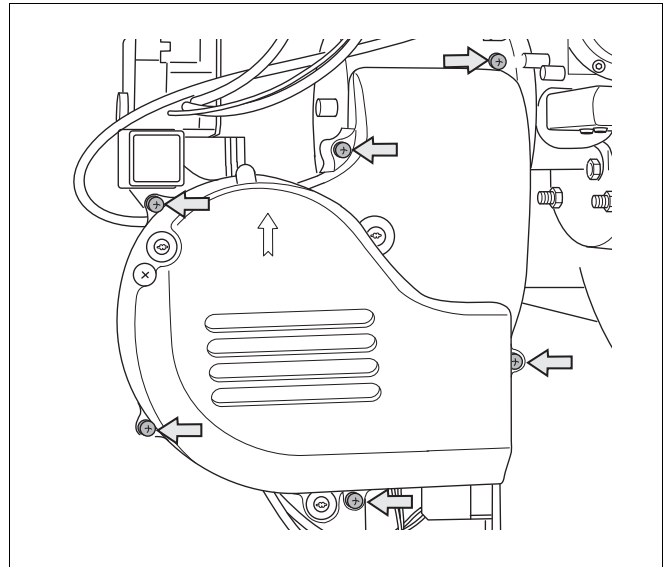

Рис. 50 Демонтаж кожуха крыльчатки вентилятора
Расположение шести крепежных винтов кожуха крыльчатки вентилятора показаны на рис. 50 серыми стрелками.
- Отверните шесть винтов и снимите кожух крыльчатки вентилятора (рис. 50).